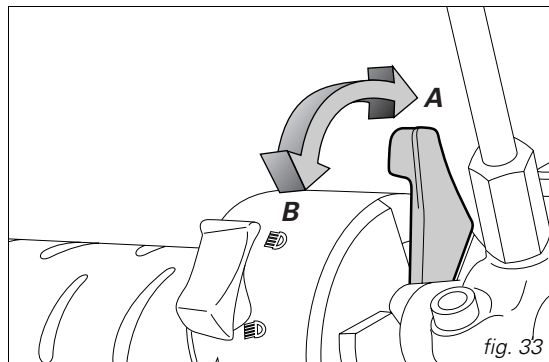

fig. 33
2) Coloque a alavanca de comando do starter na posição (B) (fig. 33).